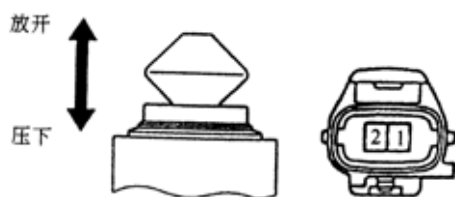

图 9-274
(1)检查发动机罩控制开关，如图 9-274 所示。检查开关连接器和搭铁之间的导通性，其标准应符合表 9-124 所示要求。